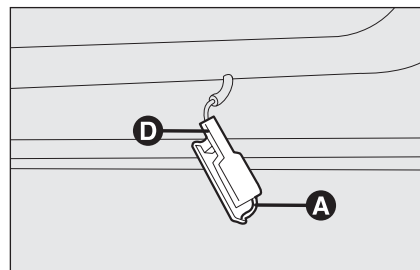

fig. 35
- estrarre la plafoniera spingendo con un cacciavite sulla molletta **A**-fig. 35;
- rimontare la plafoniera inserendola prima dal lato **D-fig. 35** e quindi premendo sull'altro lato fino ad avvertire lo scatto di blocco della molletta.